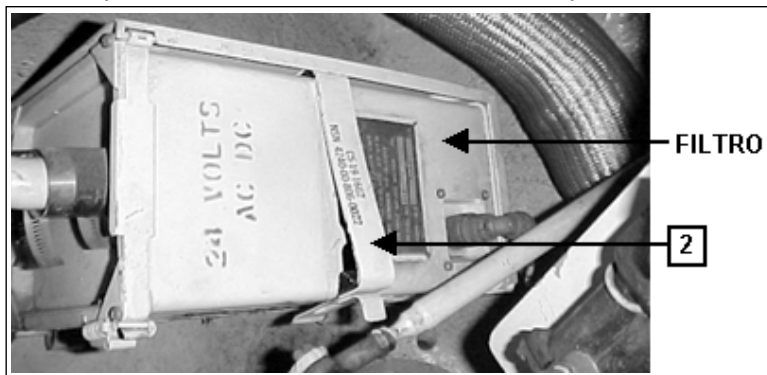

Fig 8-53. Unidade de filtro de ar e partículas
(2) desligar a chave geral das baterias, se não desejar para outra operação.
(3) remover a máscara.
(4) pressionar o clip(2) para baixo no encaixe da unidade de filtro, para fechar a abertura de entrada de ar. (Fig 8-53)